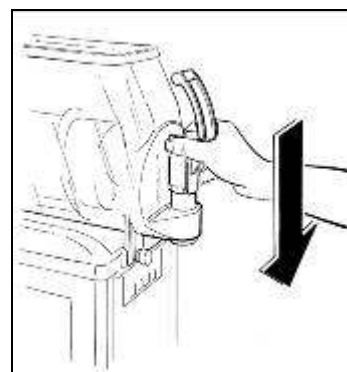

Fig. 27
- Rimontare il rubinetto (fig.27) avendo cura di cospargere con grasso di vaselina le guarnizioni per agevolare lo scorrimento dello stesso nella propria sede fino al completo inserimento.